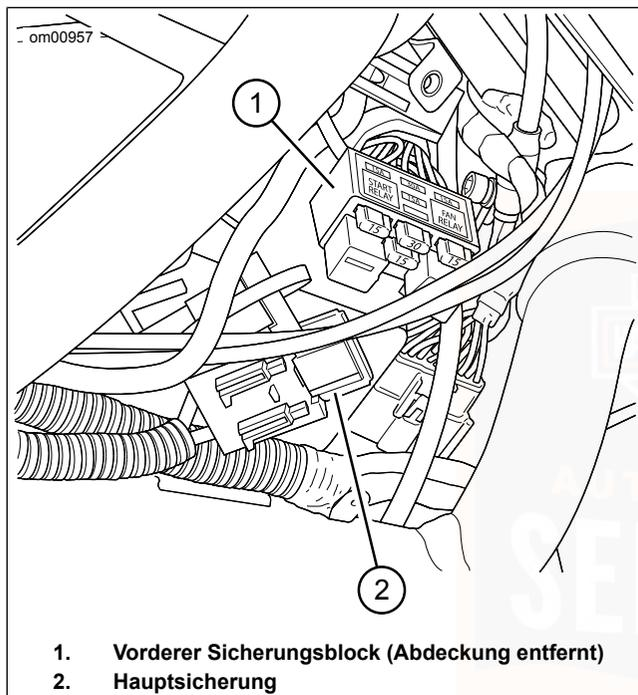

Abbildung 60. Vorderer Sicherungsblock und Hauptsicherung: VRSC-Modelle
3. Siehe Abbildung 60. Der vordere Sicherungsblock ist auf der rechten Oberseite des Batterieträgers angebracht. Die Zungen an den Seiten der Sicherungsblockabdeckung herausziehen. Die Abdeckung entfernen.